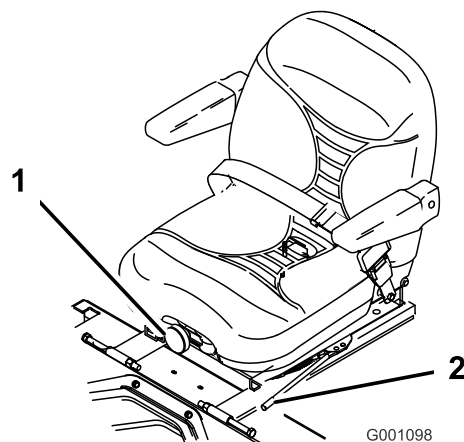

Figura 21
1. Il sedile si regola spostando da un lato la leva per sbloccarlo (Figura 21).
Per spostarlo, girate la manopola davanti nella direzione opportuna, fino ad ottenere il migliore comfort (Figura 21).